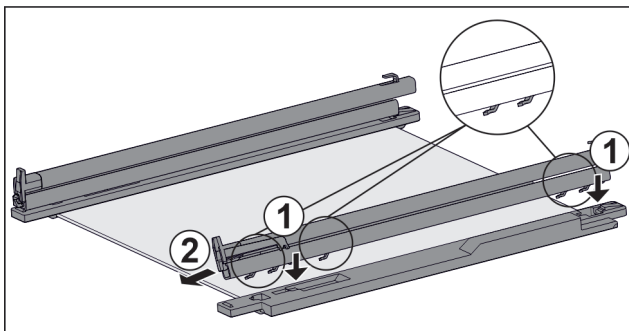

Fig. 110 Sklenená doska s koľajničkami a prídržnými dielmi
- ▶ Nasadte háky koľajničky na otvory **ľavého** prídržného dielu. Fig. 110 (1)
- ▶ Potiahnite koľajničku dopredu. Fig. 110 (2)
- ▶ Nasadte háky koľajničky na otvory **pravého** prídržného dielu. Fig. 110 (1)